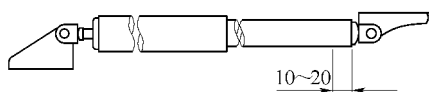

图 17-64 更换后车门缓冲器
(1) 如有必要, 应更换后车门缓冲器, 如图 17-64 所示。
(2) 处理缓冲器有关注意事项。